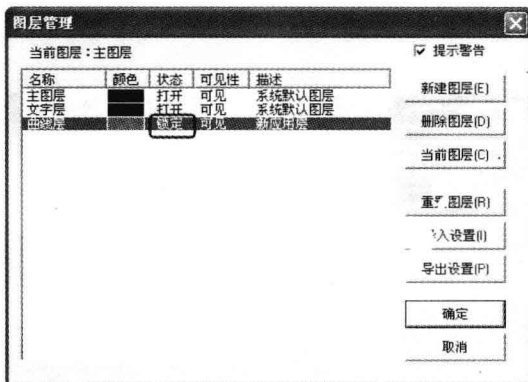

图1-13 修改图层状态
⑤ 双击“曲线层”的状态栏“打开”，则将当前状态设置为“锁定”，如图1-13所示。再次双击，则显示为“打开”，即双击状态栏可将该层的状态在“打开”和“锁定”之间切换。